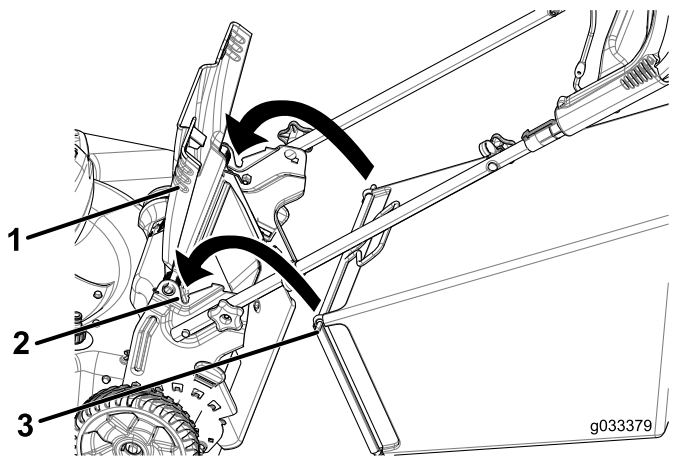

図 22
1. 後部デフレクタを上を開いてその位置に保持する **図 22**。
2. 集草バッグを取り付ける。バッグについているピンがハンドルのノッチに掛かったことを確認する **図 22**。